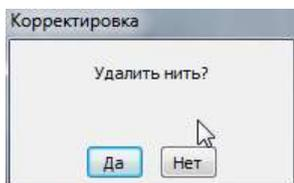

Рис.82. Окно подтверждения удаления.
3. В появившемся всплывающем меню операций с нитью выбрать пункт «Удалить нить». Появится окно подтверждения удаления нити (см. рис. 82).